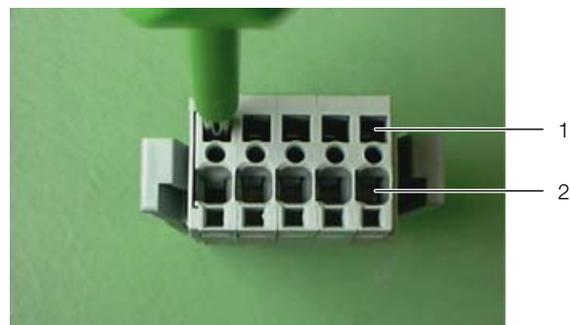

Abb. 41: Anschlussstecker – Rückseite
- Führen Sie einen geeigneten Schraubendreher (Klingengemäße 3,5 x 0,5 mm) in eine Betätigungsöffnung (Abb. 41, Pos. 1) ein und öffnen Sie die zugehörige Klemmstelle der Leitereinführung (Abb. 41, Pos. 2).